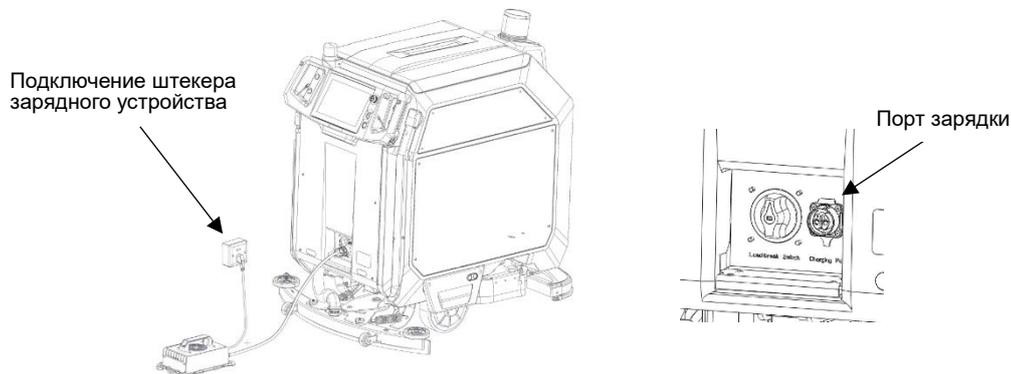

РИС.33
- 3) Подключите входной штекер зарядного устройства к источнику переменного тока, как показано на РИС. 33.